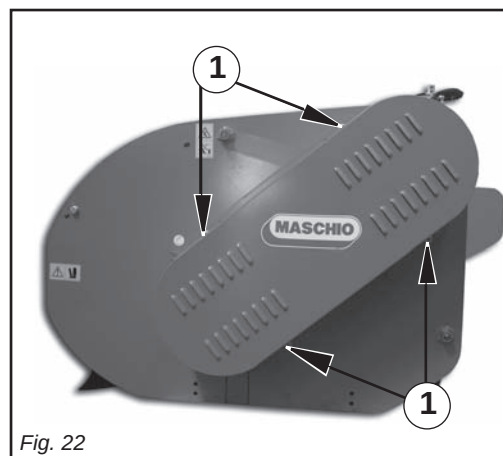

Fig. 22
- Togliere le viti che fissano il carter di protezione (1 Fig. 22), aprire il carter tirandolo verso l'esterno.
- Remove the bolts that fix the protective casing (1 Fig. 22). Open the casing by pulling it outwards.
- Oter les vis de fixation du carter de protection (1 Fig. 22), ouvrir le carter en le tirant vers l'extérieur;
- Die Schrauben entfernen, die das Schutzgehäuse (1, Abb. 22) befestigen, das Gehäuse öffnen, indem man es nach außen zieht.
- Quitar los tornillos que fijan el cárter de protección (1 Fig. 22); abrir el cárter, tirando de él hacia el exterior.
- Rimontare il carter, fissandolo con le relative viti tolte in precedenza (Fig.22).
- Remount the casing and fix it in place with the previously removed bolts (Fig.22).
- Remonter le carter, en le fixant au moyen des vis enlevées précédemment (Fig. 22).
- Das Gehäuse wieder montieren und mit den zuvor entfernten Schrauben befestigen (Abb. 22).
los correspondientes tornillos (Fig. 22).